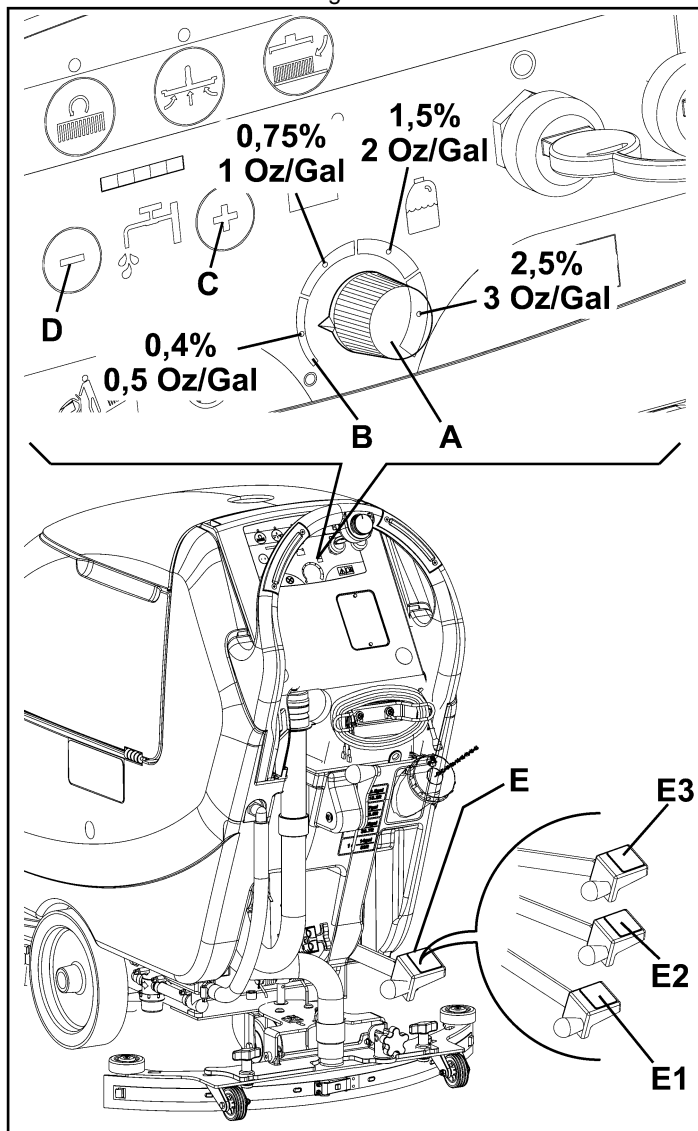

Figure 20
1. Tourner la poignée (A, Fig. 20) dans le sens des aiguilles d'une montre pour augmenter la concentration de détergent et la tourner dans le sens contraire aux aiguilles d'une montre pour réduire la concentration de détergent.
2. Les concentrations moyennes de détergent utilisé sont indiquées par les 4 zones de différentes couleurs (B) et correspondent aux valeurs indiquées dans la figure et sur la plaque adhésive à l'intérieur de la machine.
3. Tourner la poignée (A) complètement dans le sens contraire aux aiguilles d'une montre pour mettre à zéro la quantité de détergent.